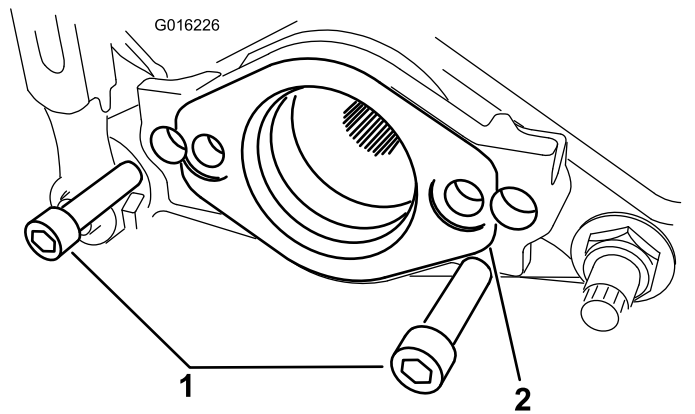

图5
9. 如果要将此套件安装到 Triflex 机器上应拧下将马达支架固定到滚刀组上的 2 个螺栓。拆下马达支架 (图5)。